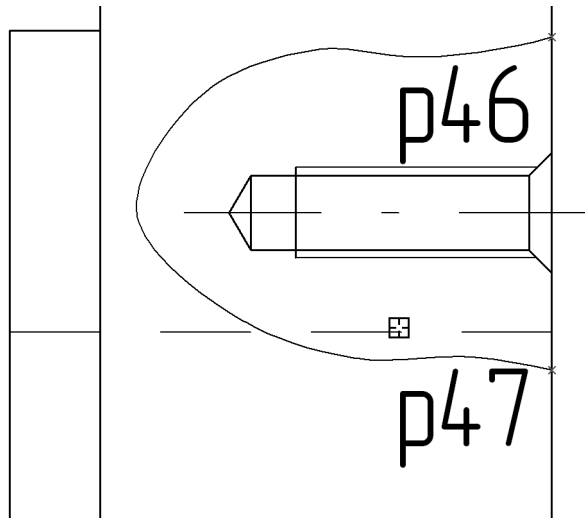

Рис. 51.99.
4. Укажите курсором ненужный участок отрезка (рис. 51.99).